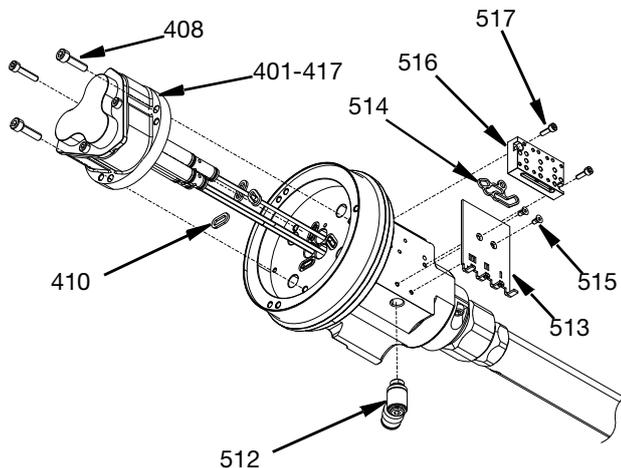

FIG. 15
1. El conjunto del cilindro de aire (401-417) y las válvulas de cierre de bola de las agujas (418) se quitan juntas quitando los tres tornillos M5 de cabeza hueca (408).
**NOTA:** Tenga cuidado de no dañar ni doblar las válvulas de cierre de bola de las agujas (418) al extraerlas del alojamiento. En los siguientes procedimientos hay varias juntas que se deben descartar y reemplazar por otras nuevas antes de volver a montar.
2. Las juntas de aire (410) deben desecharse.
3. Retire el colector de aire (516) quitando los tornillos de sujeción M3 de cabeza hueca (517) con una llave hexagonal. La junta de aire (514) debe desecharse.
4. Retire la cubierta interior (513) quitando los tornillos M3 de cabeza plana (515) con una llave hexagonal.
5. Retire el accesorio giratorio acodado (512) BSPP de 1/8 pulg. con una llave hexagonal. Consulte la FIG. 15.